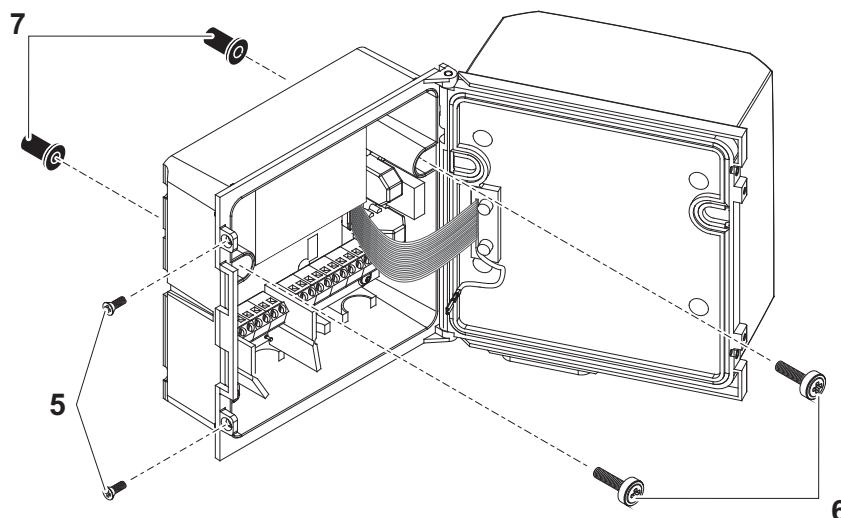

Bild 3-6 Schutzdachmontage: ISO-Blindmuttern vormontieren
- 2 Die beiden Senkschrauben (Pos. 5 in Bild 3-6) entfernen und den Deckel aufklappen.
- 3 Die Zylinderschrauben (Pos. 6 in Bild 3-6) mit den Kunststoff-unterlegscheiben in die Montagebohrungen einführen und ISO-Blindmuttern (Pos. 7) locker aufschrauben.
- 4 Den Universal-Transmitter an das Schutzdach ansetzen und mit den beiden Schrauben (Pos. 6 in Bild 3-6) festschrauben.
- 5 Den Deckel schließen und mit den beiden Senkschrauben (Pos. 5 in Bild 3-6) fixieren.